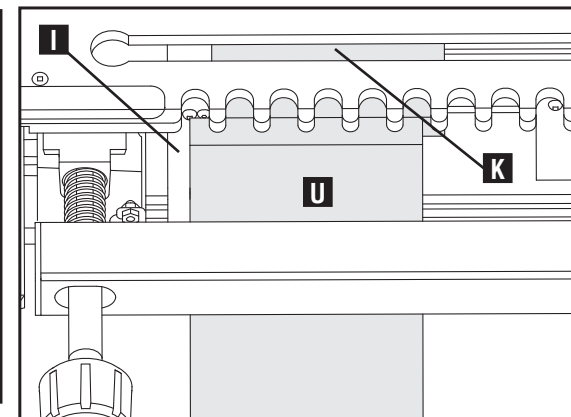

Fig. F12
10. Desbloquee la tabla con espiga horizontal (K) Fig. F12 y deslícela hacia adelante para que quede alineada con la tabla con cola vertical (U) y alineada con la guía de borde izquierda plateada (I), como se muestra en la Fig. F12.